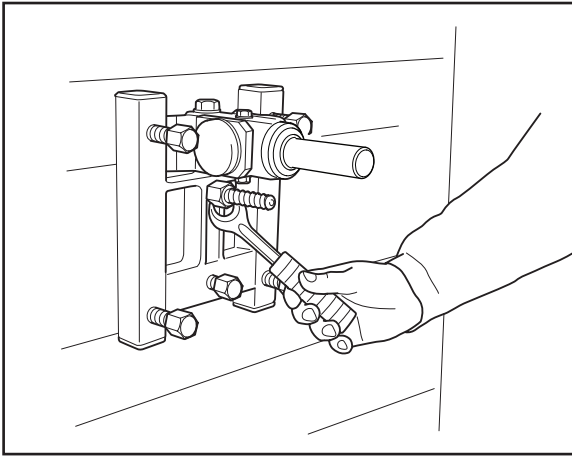

Fig.8
1. Borra hål (15 mm) i väggen och slå i expanderbulten. Skruva fast fotplatta GB 40 AT, använd 24 mm nyckel (Fig.8).
1. Bor et hul (15 mm) i væggen, og slå ekspansionsboltene i. Skru fodpladen GB 40 AT fast; brug en 24-mm-nøgle (Fig. 8).
1. Bor hull (15 mm) i vegggen og slå inn expanderboltene. Skru fast fotplate GB 40 AT, bruk 24 mm nøkkel (Fig.8).